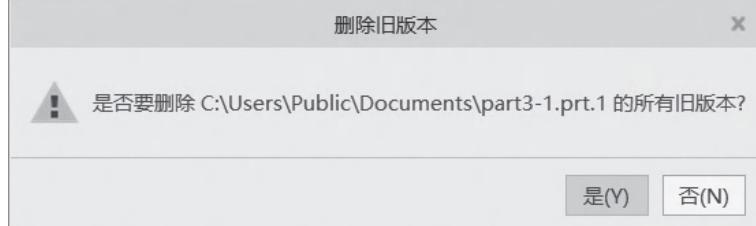

图 1-2-8 “删除旧版本”对话框
(1) 单击“管理文件”按钮，在弹出菜单中单击“删除旧版本”按钮，弹出如图 1-2-8 所示的对话框。单击“是”按钮，则删除指定对象除最高版本号以外的所有版本。